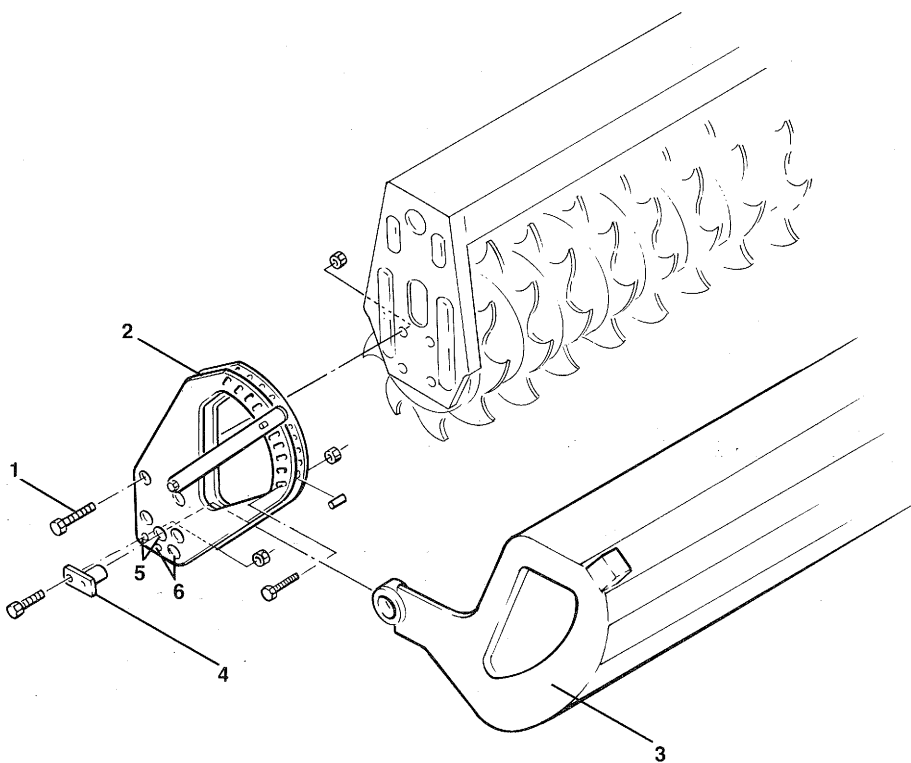

Fig. 25
- Dévisser les 4 vis 6 pans (fig. 25/1) qui fixent le palier du rouleau-packer. Remplacer les vis par des vis 6 pans M10x40 DIN 933.
- Fixer le secteur de réglage (fig. 25/2) au rouleau-packer.
- Engager la lame égalisatrice (fig. 25/3) entre les plateaux des secteurs de réglage puis fixer à l'aide des axes de fixation (fig. 25/4).
- a) Perçages (fig. 25/5) pour les rouleaux-packer PW 420
- b) Perçages (fig. 25/6) pour les rouleaux-packer PW 500